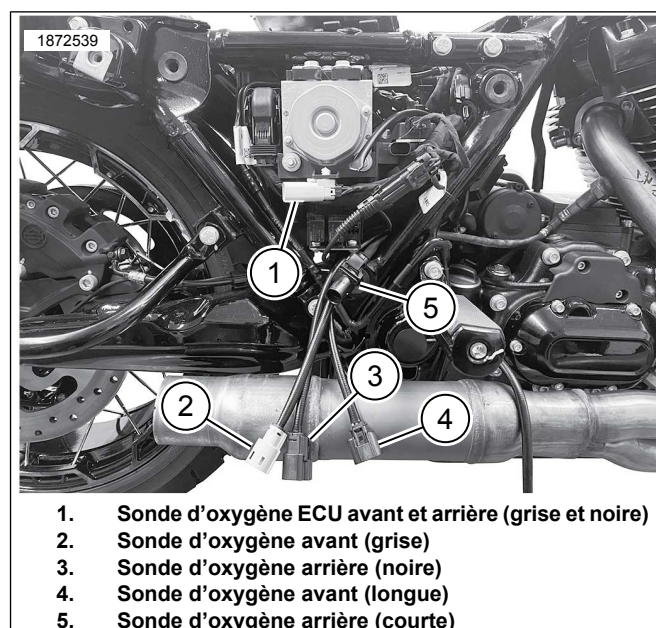

Figure 3. Acheminement des faisceaux des connecteurs gris et noir
- Consultez Figure 3 et Figure 5. Installez l'ATM (1) sur la face extérieure de la zone de la batterie, derrière le cylindre arrière avec les câbles dirigés vers le côté droit du véhicule.